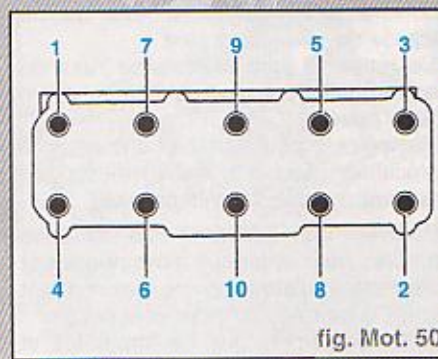

fig. Mot. 50
- Desserrer les boulons de culasse dans l'ordre indiqué et les dévisser complètement (fig. Mot. 50).